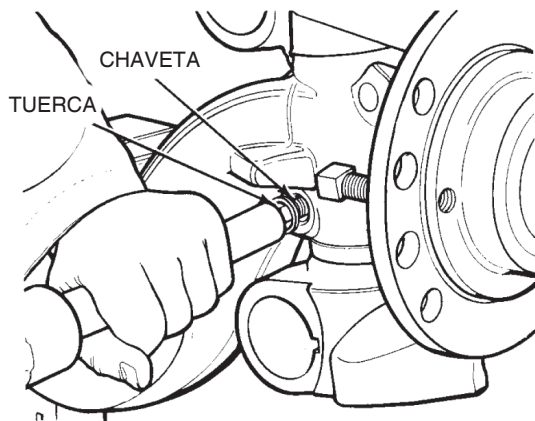

Figura 45
b. Use una punción de bronce y un martillo para golpear el extremo de la tuerca para liberar la chaveta. Figura 45.